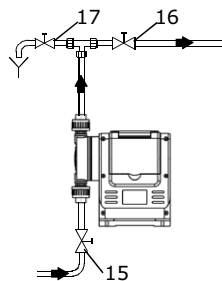

Рис. 18 Начальный пуск
1. Откройте всасывающий и нагнетательный запорные клапаны (15, 16), если они установлены (см. рис. 18).
2. Откройте клапан удаления воздуха (17), если он установлен на линии нагнетания или понизьте давление в линии нагнетания так, чтобы перекачиваемая среда могла выходить без преодоления противодействия.
6. Закройте клапан удаления воздуха (17), если он установлен.